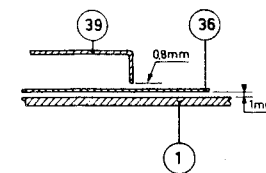

Fig. 14
4. Der Abstand vom Abtaster zum Plattentellerrand muss mindestens 0,8 mm betragen. (Siehe Abb. 14).